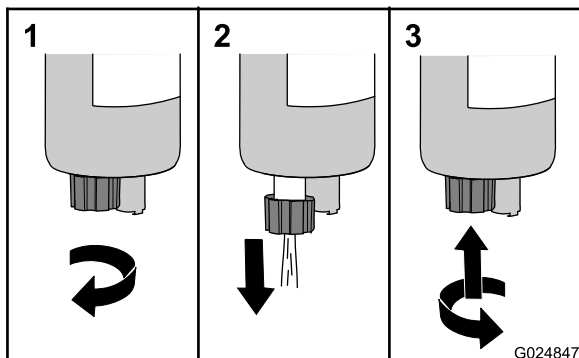

Figura 21
3. Gire la válvula de vaciado en sentido antihorario unas 3 vueltas y media, hasta que la válvula descienda del separador de combustible/agua (Figura 21).
4. Drene el agua y los sedimentos del separador hasta que se vea el combustible limpio (Figura 21).
5. Levante la válvula y gírela en sentido horario hasta que quede apretada (Figura 21).